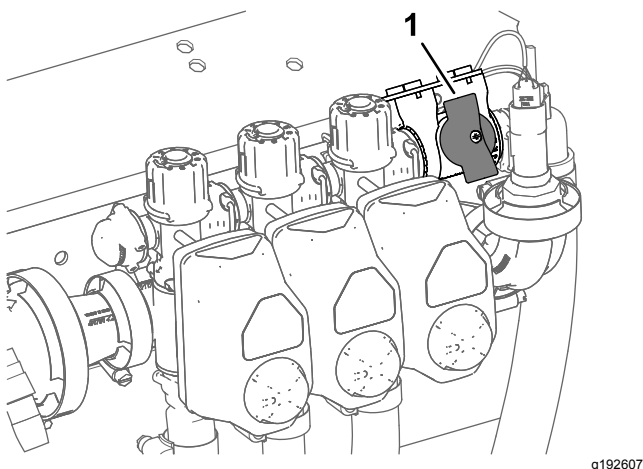

Figure 34
2. Tournez la vanne de coupure de dérivation de section à la position fermée (Figure 34).